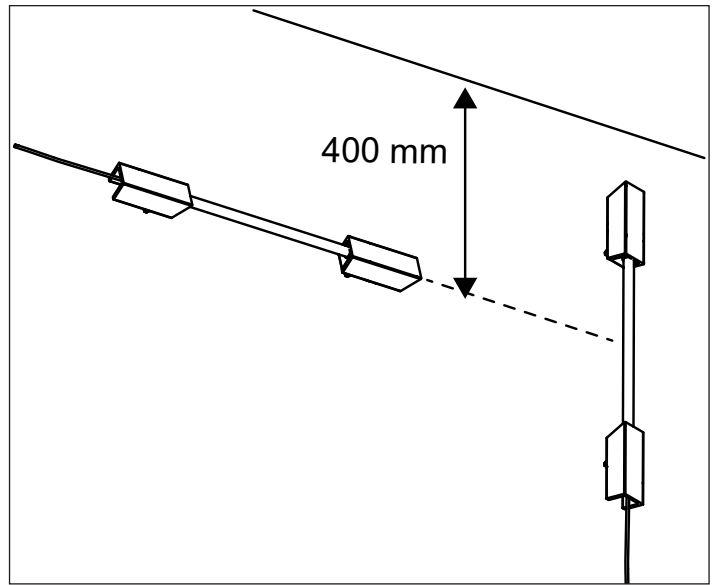
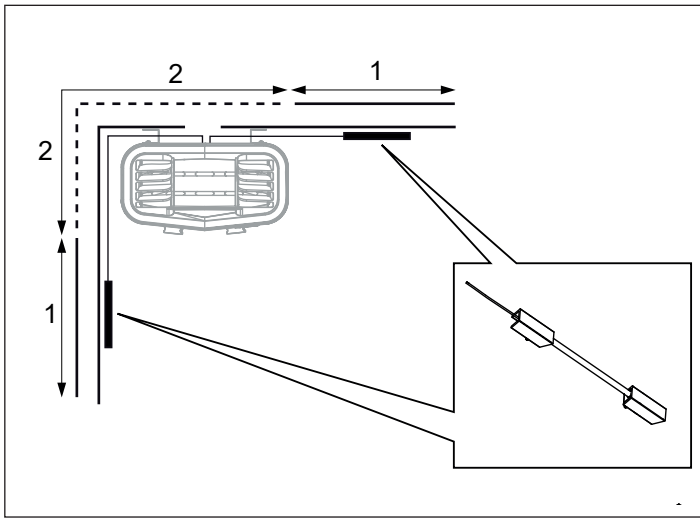
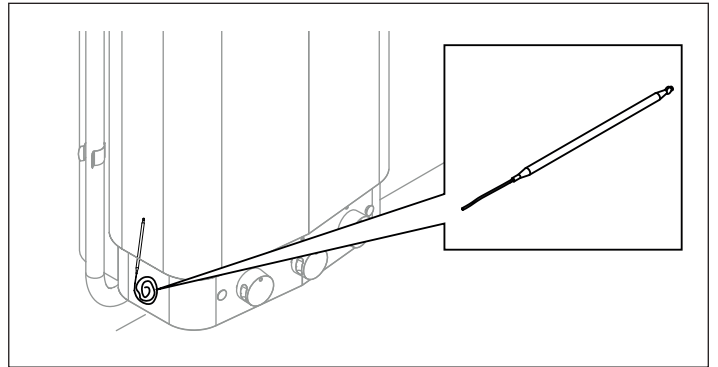
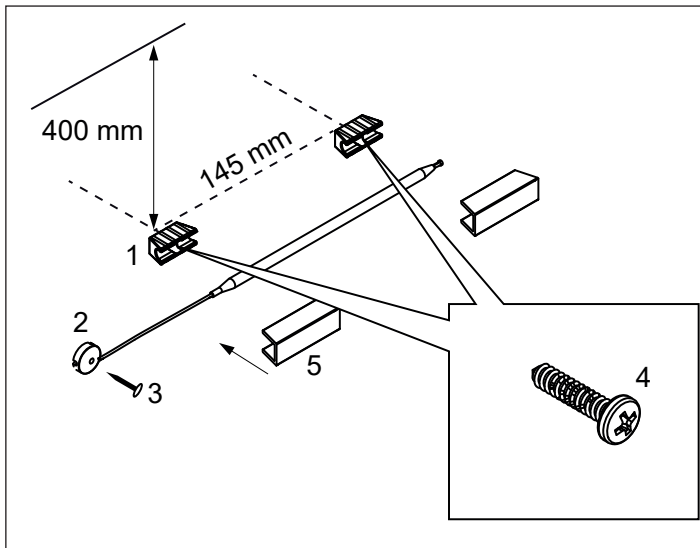

Figure 17 : positionnement du capteur de température
Figure 15 : positionnement du capteur de température
Figure 18 : Localisation du capteur de température
Figure 16 : installation du capteur de température
13. Emplacement du support du capteur de température au mur (voir Figure 15). Optez pour la position 1, si possible. La position 2 réduit la température du sauna. Installez les supports de capteur d'humidité et de température (voir (1) dans la Figure 16) à 400 mm en dessous du plafond et à 145 mm de distance à l'aide des deux vis fournies (4).
Insérez le capteur de température (situé à l'arrière du poêle, voir Figure 18) et fixez les profilés. Fixez le tube capillaire en place à l'aide des clips (2) et des clous de finition (3) (voir Figure 16). Le capteur peut être installé verticalement ou horizontalement, (voir Figure 17)
Pour un raccordement à d'autres tensions ou d'autres nombres de phases ne figurant pas sur le schéma de la Figure 17, contactez le service de maintenance TylöHelo.